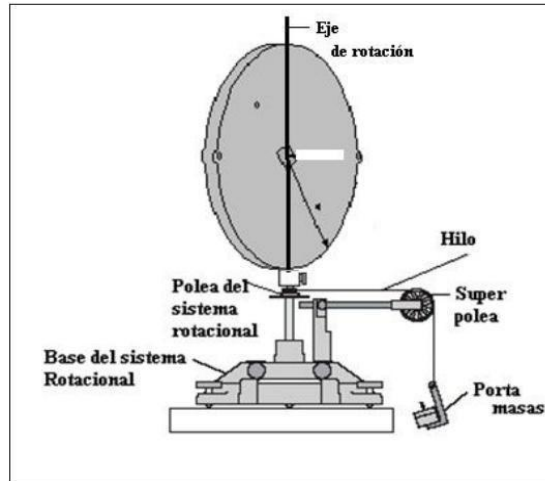

Figura 8. Configuración vertical del disco en el sistema rotacional.
16. Con ayuda del docente o del auxiliar encargado del laboratorio, disponga el disco verticalmente sobre el sistema rotacional como se muestra en la **figura 8**.